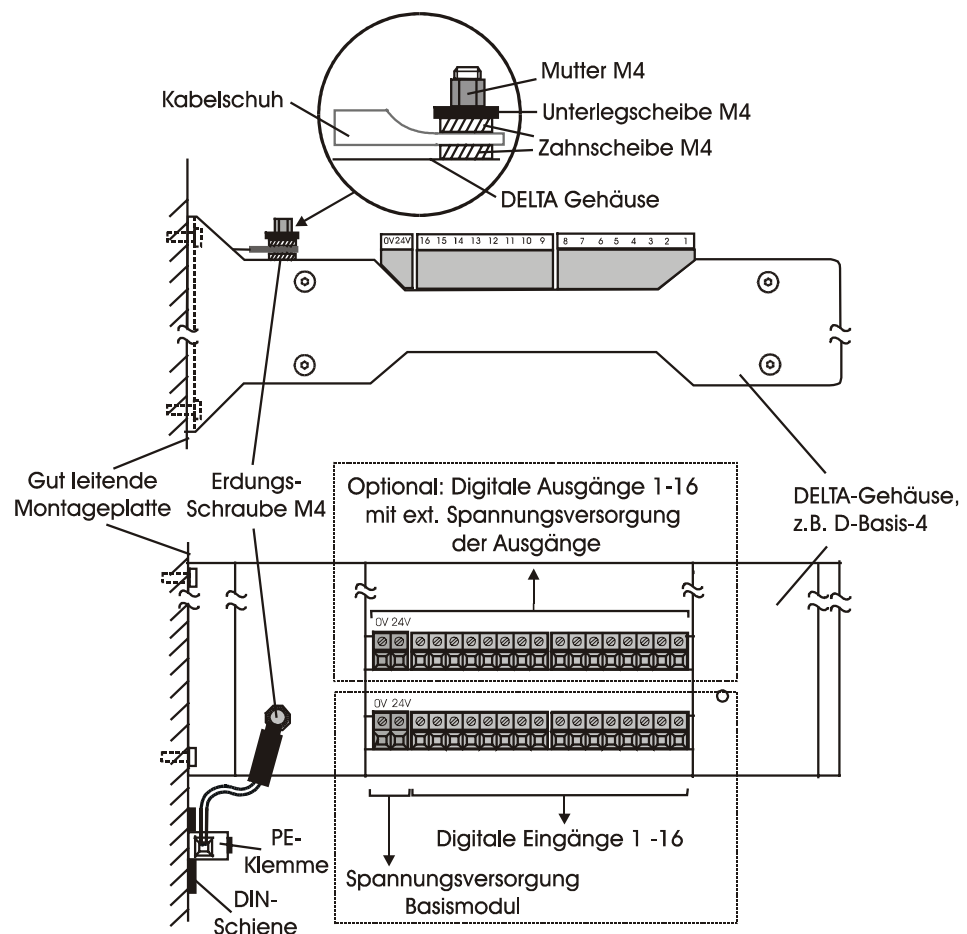

Abb. 1: Erdung DELTA-Basisgehäuse
- Auf der Oberseite des DELTA-Basisgehäuses befindet sich eine Erdungsschraube mit einem M4-Gewinde. Diese Erdungsschraube ist durch ein Schutzleiterkabel (Querschnitt: 1,5 mm², Farbe: grün-gelb) mit einer PE-Klemme im Schaltschrank elektrisch zu verbinden (siehe Abb. 1).